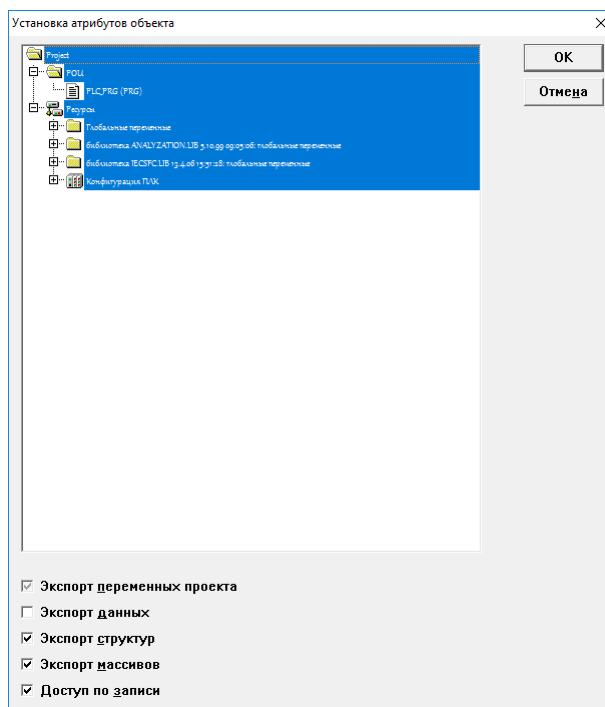

Рисунок 16.3 – Окно «Установка атрибутов объекта» (Set object attributes)
4. В открывшемся окне «Установка атрибутов объекта» (Set object attributes) снять флагок переключателя «Экспорт переменных проекта» (Export variables of object), см. рисунок 16.3. Остальные переключатели станут недоступными для редактирования.